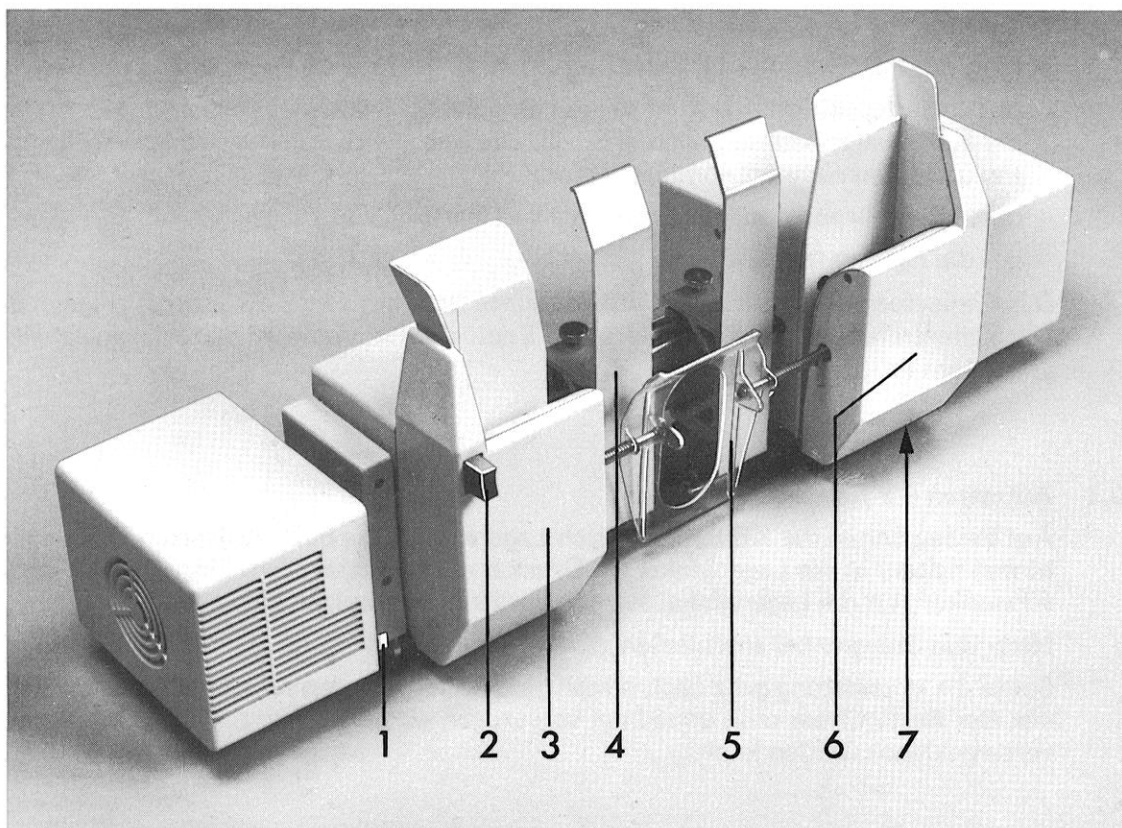

Abb. 19 Konteneinrichtung
Die rechte Kartentasche ist feststehend angebracht. Die linke Kartentasche (3) Abb. 19 lässt sich nach Eindrücken der Entriegelungstaste (2) entsprechend den zugelassenen Formaten der Kontokarten auf feste Rastpunkte einstellen.